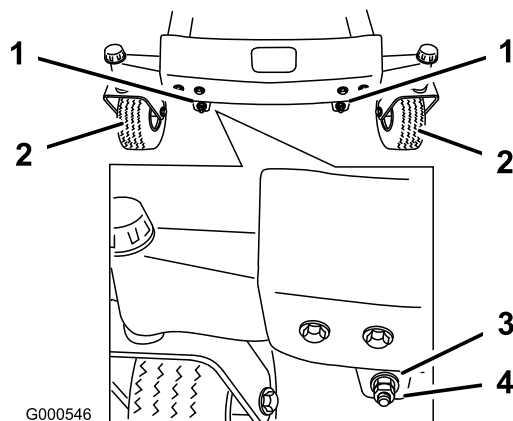
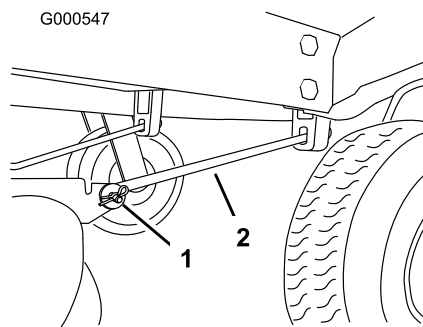

Figure 56
Figure 57
- Pour régler l'inclinaison avant/arrière des lames, retirez les contre-écrous et tournez les écrous de réglage à l'avant du plateau de coupe (Figure 56).
- Après avoir réglé uniformément les écrous, contrôlez de nouveau l'inclinaison avant/arrière. Poursuivez le réglage des écrous jusqu'à ce que la pointe avant de lame soit de 1,6 à 7,9 mm plus bas que la pointe arrière (Figure 56).
Remarque: Après avoir réglé les écrous de réglage, vérifiez qu'aucune des tiges de support ne présente de jeu (Figure 57). Serrez l'une ou l'autre pour supprimer le jeu (Figure 56).
- Retirez la goupille fendue et l'axe de chape de la tige de support avant de chaque côté du plateau de coupe (Figure 57).
8. Fixez les tiges de support avant à la machine à l'aide des axes de chape et des goupilles fendues (Figure 57).